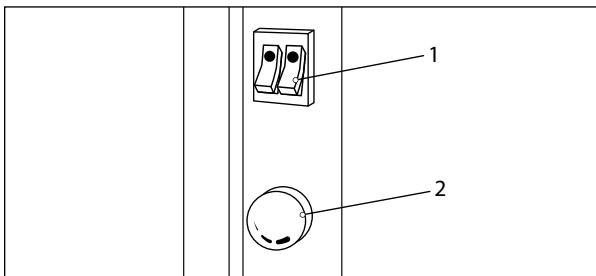

Рис. 3
2. На панели управления конвектора расположены регулятор терmostата 2 и переключатели режимов 1 (рис. 3).